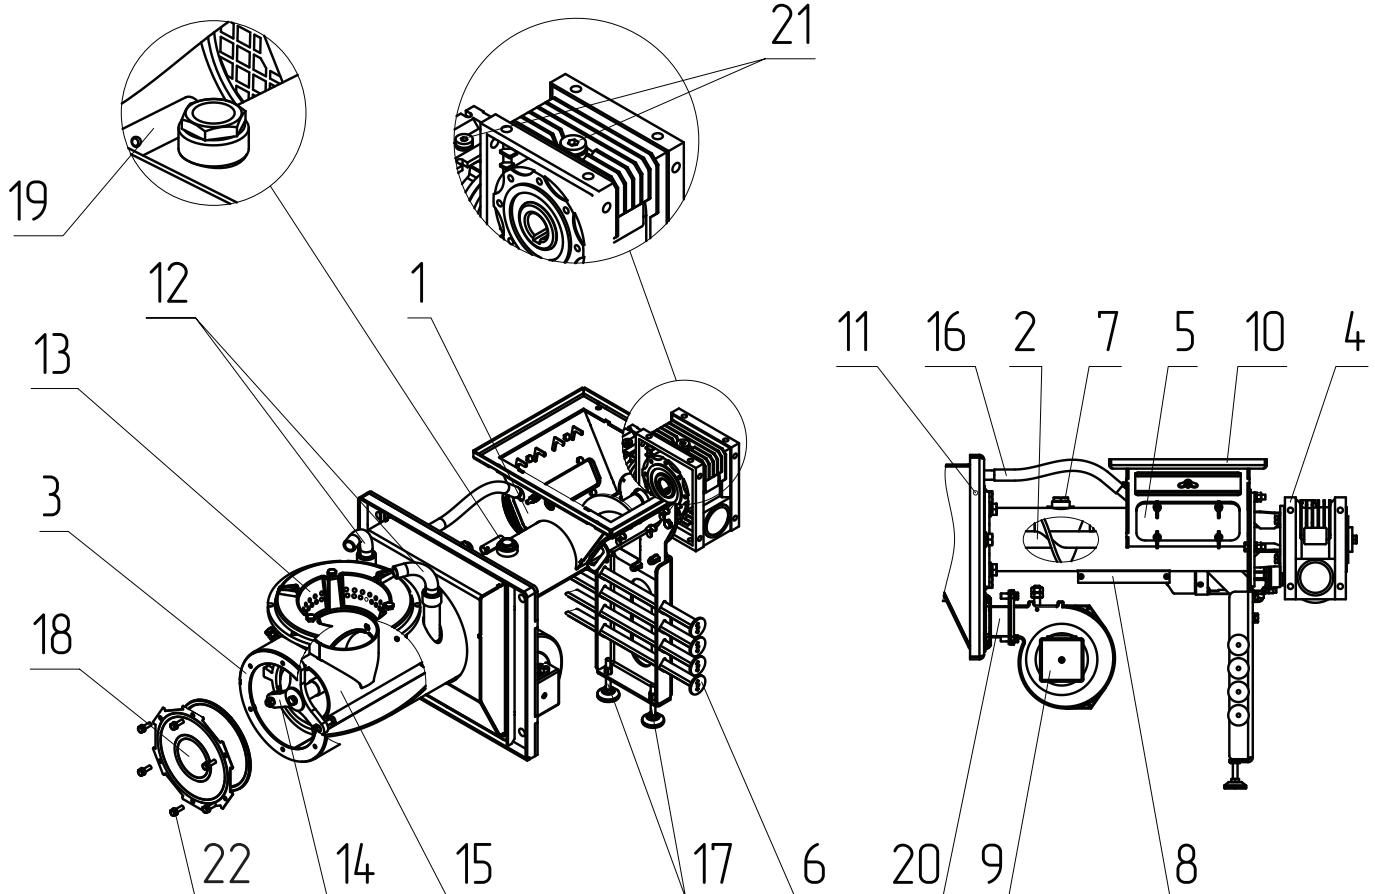

Рис.3 Конструкция механизма подачи топлива с горелкой котла
Для удобного обслуживания механизма подачи на его корпусе предусмотрен узел стоп уголь (Рис.3, поз.6) и прочистной лючок (Рис.3, поз.5) с помощью которых можно заблокировать подачу топлива из топливного бункера в механизм подачи и очистить механизм от посторонних предметов, создающих препятствие для его надлежащей работы.
1. Соедините горелку с теплообменником котла (**Рис.1, поз.1**) соединив фланец горелки (**Рис.3, поз.11**) с окном для установки горелки (**Рис.2, поз.6**);